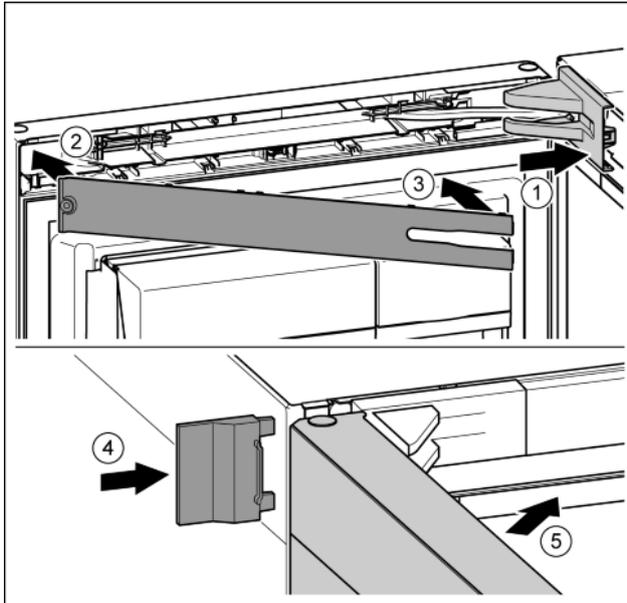

Fig. 44
- ▶ Lagerbockabdeckung aufsetzen und einrasten, ggf. vorsichtig auseinanderdrücken. Fig. 44 (1)
- ▶ Blende aufsetzen. Fig. 44 (2)
- ▶ Blende einschwenken und einrasten. Fig. 44 (3)
- ▶ Äußere Abdeckung aufchieben. Fig. 44 (4)
- ▶ Obere Tür schließen. Fig. 44 (5)